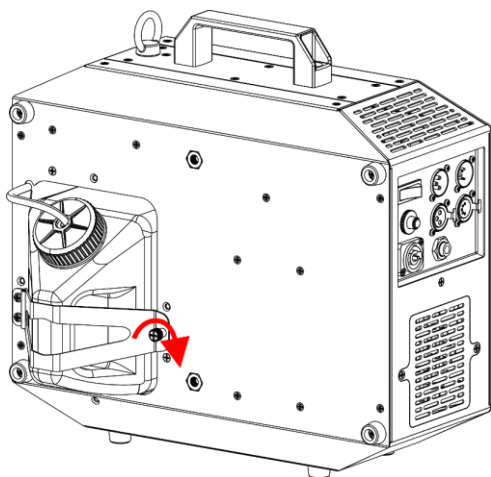

Fig. 24
- 19) Draai de veiligheidsschroef voor de **tankbeugel (04)** vast, zoals getoond in Fig. 24.